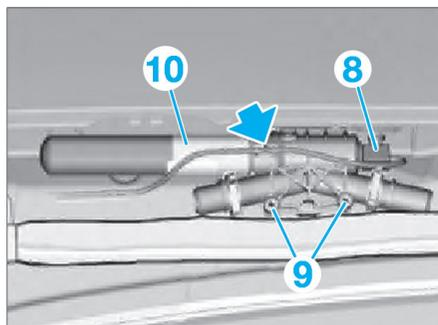

Fig. 26
- Déverrouiller et débrancher le connecteur (8) (Fig.26).
- Déposer les vis de fixation (9) et le générateur de gaz (10) avec l'airbag rideau.